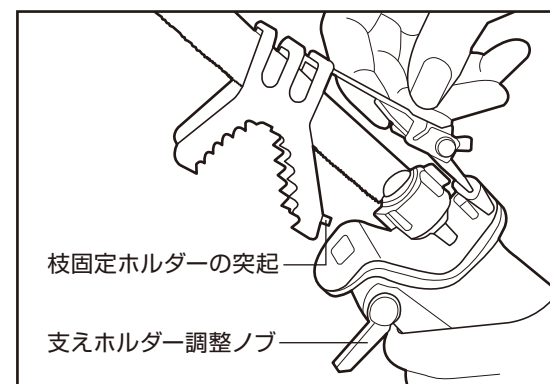

図1
- ①切断物支えホルダーを取り外します。
- ②枝固定ホルダーを枝固定ホルダー取り付け穴に差し込みます。(図1参照)
- ③差し込んだ状態だと枝固定ホルダーを持ち上げることができるので、持ち上げた状態で切断物支えホルダーを差し込みます。
- ④枝固定ホルダーの突起に切断物支えホルダーの穴を合わせたらそのまま切断物支えホルダーを奥まで差し込んでください。
- ⑤枝固定ホルダーを離すと元の位置に戻るので左右先端の突起(図1参照)を切断物支えホルダーのそれぞれの穴に差し込んで枝固定ホルダーをしっかり固定します。
- ⑥最後に枝固定ホルダー取り付けネジを締めてください。